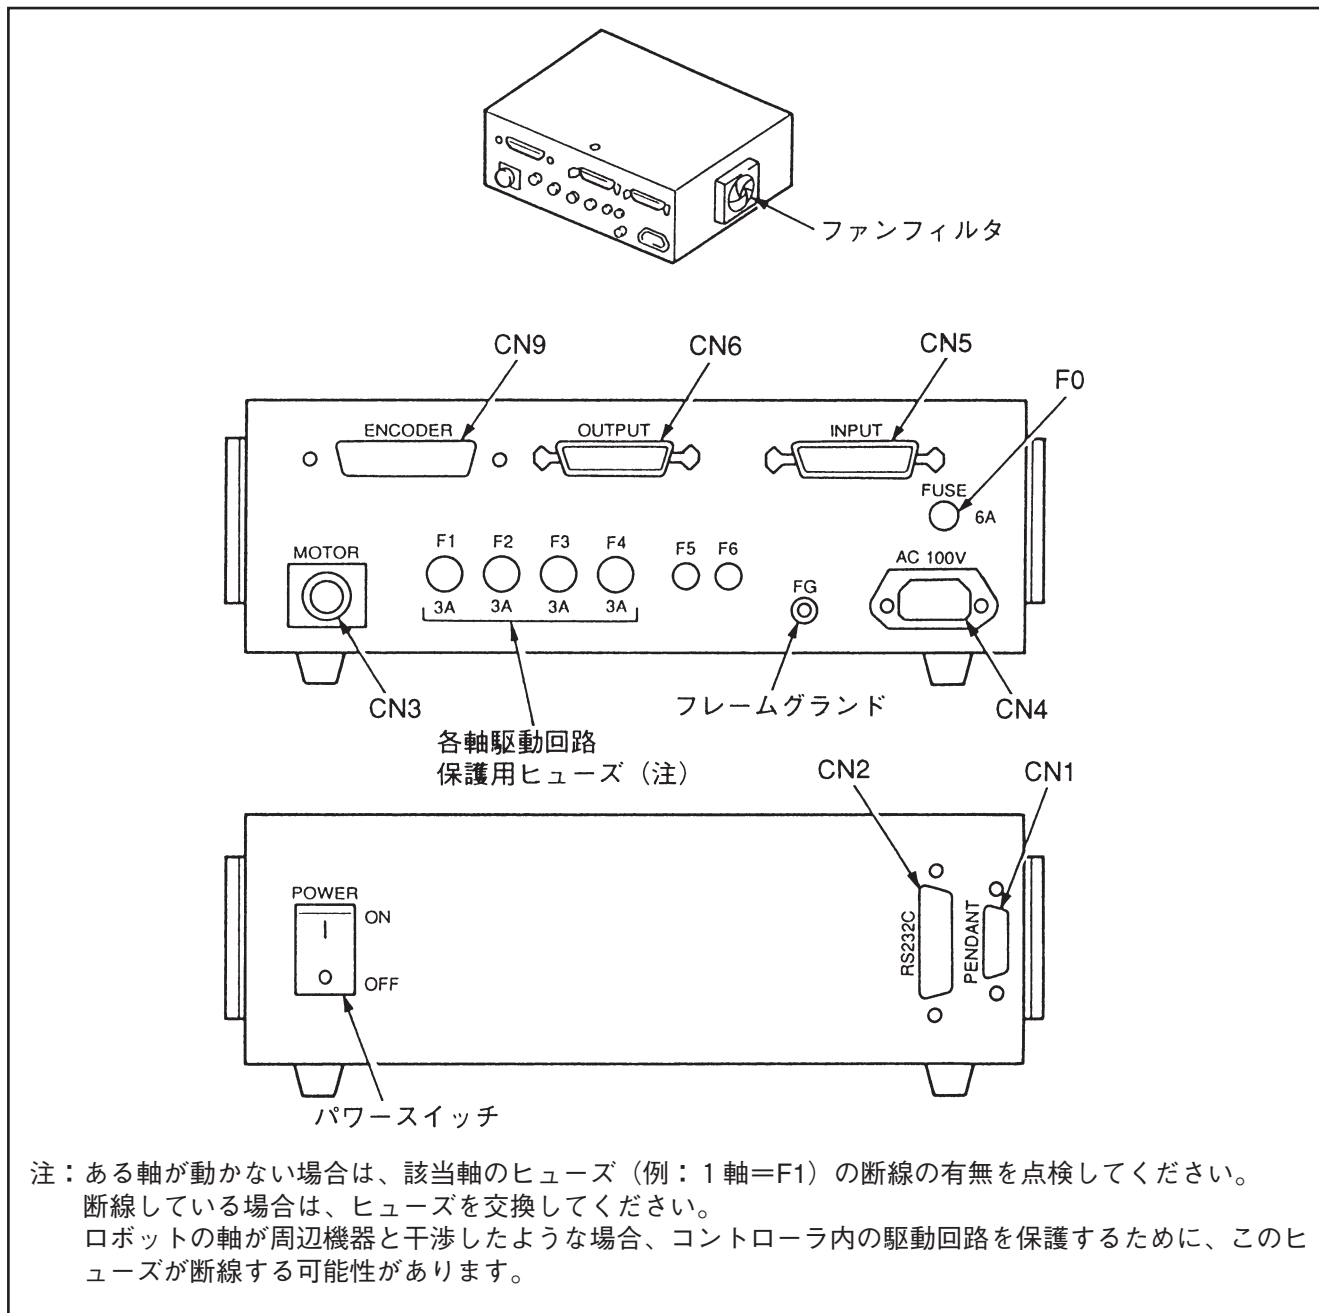

図1－3 コントローラ各部の名称
1.3 コントローラ各部の名称 コントローラ各部の名称を図1－3および表1－3に示します。